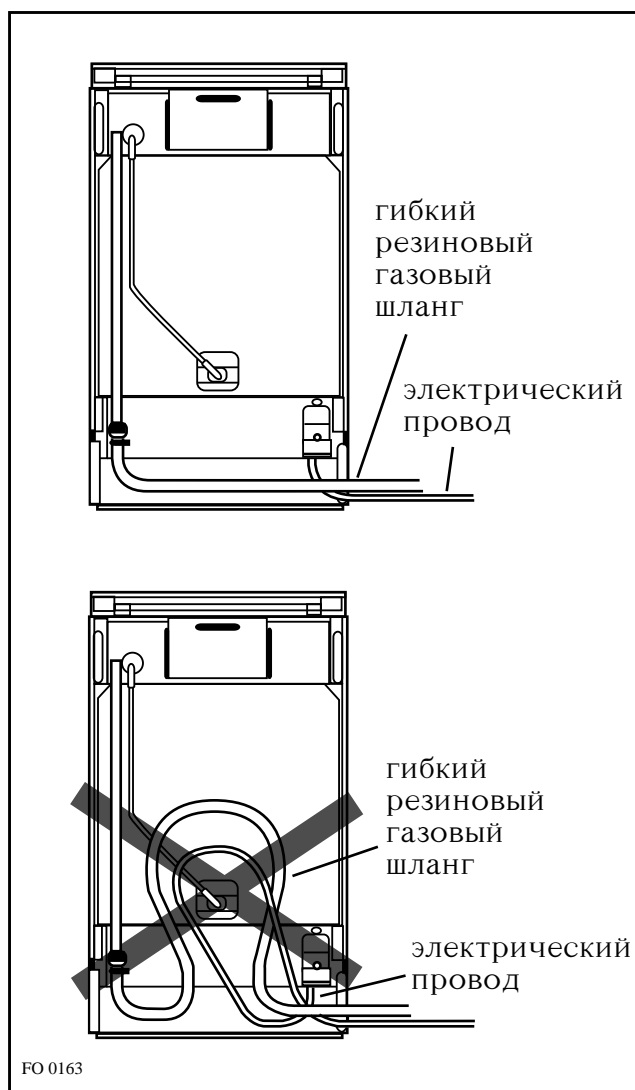

рис. 21
- трубка не соприкасается с объектами, имеющими температуру выше комнатной (выше 30°C); если для того, чтобы подвести трубку к входному разьему, нужно проложить ее по задней стенке плиты, то нужно сделать это так, как показано на рис. 21;